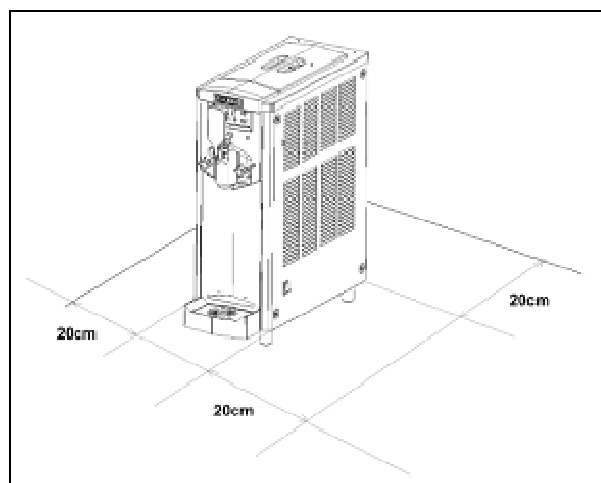

Fig. 27
b) Appoggiare l'apparecchio su una superficie piana facendo in modo che la carrozzeria dell'apparecchio sia ben areata, lasciare almeno 20cm (8 inch) di spazio libero su tutti i lati in modo da permettere una buona areazione (fig.27). Installare l'apparecchio in un ambiente asciutto ed evitare di installarlo vicino a fonti di calore.